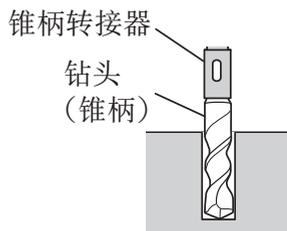
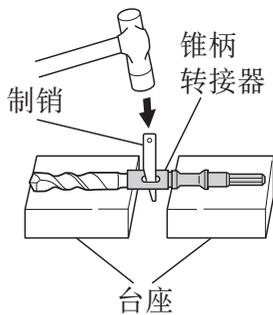

图 12
图 13
- (1) 将带有锥柄的钻头安装在锥柄转接器中。(图 12)
- (2) 开启电源并钻一个基础孔。
- (3) 使用洗涤剂清洁灰尘后, 将柱塞安装在锚端, 然后将带有柱塞的锚钉入锚端, 并用手动锤将锚钉入。
- (4) 若要拆下带有锥柄的钻头, 在锥柄转接器的缝隙中插入一个制销, 将台座放置在电动锤钻下方并用手动锤敲击制销。(图 13)